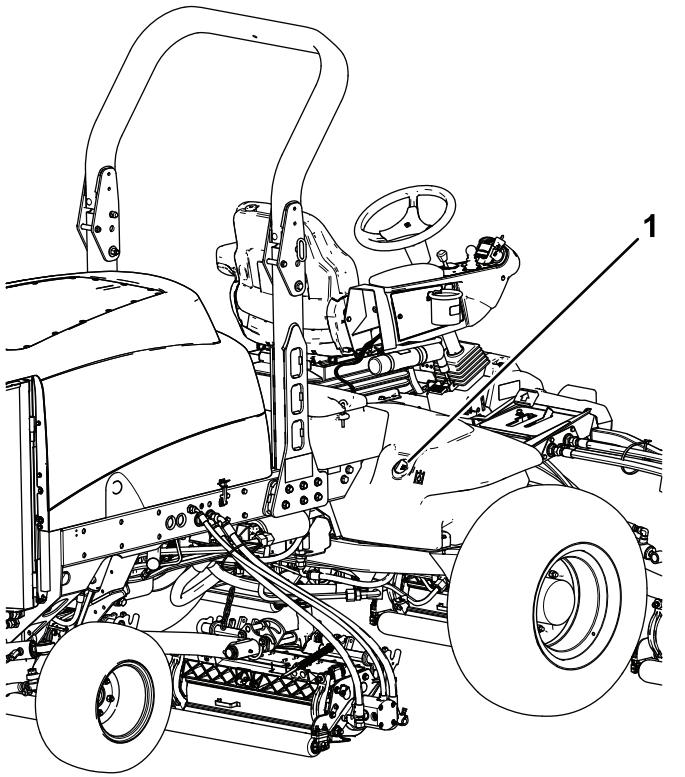

Figure 39
2. Nettoyez la surface autour du goulot et du bouchon de remplissage du réservoir hydraulique (Figure 39).